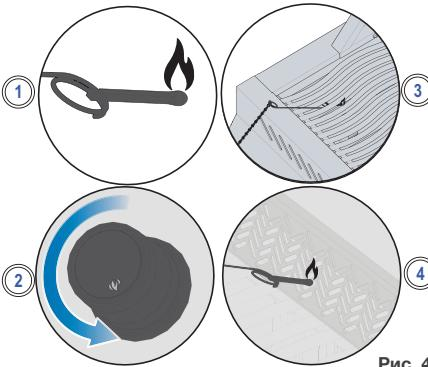

Рис. 4
3. Поворачивая ручку соответствующей горелки на максимум. (Рис. 4)